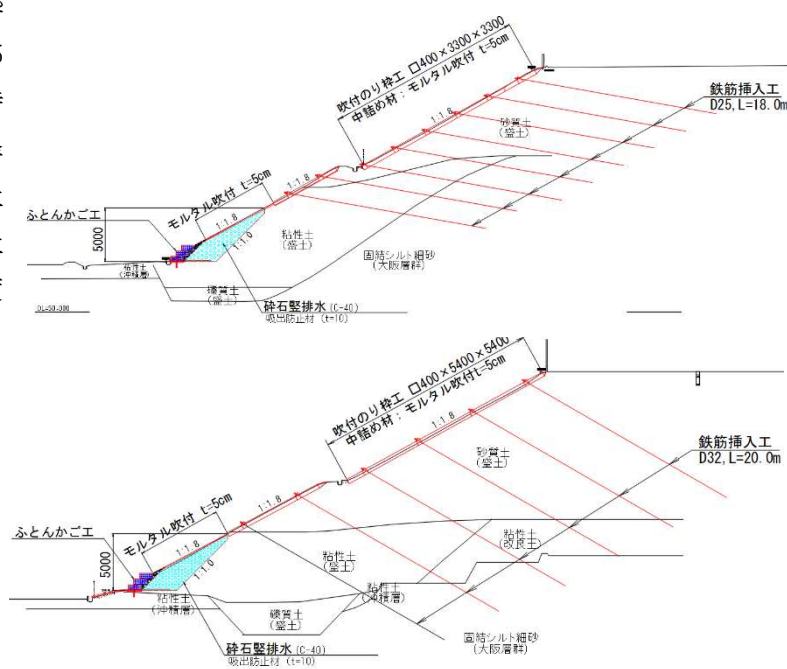

図 2 標準断面図（上：盛土①、下：盛土②）
工事は NEXCO 設計要領に基づく盛土補強土工、盛土内浸透水排除工を行った。（図 2）盛土補強土工とはのり枠工と鉄筋挿入工で構成される。のり枠工は 400 角を盛土①で 3.3m 間隔、盛土②で 5.4m 間隔に打設し、鉄筋挿入工は盛土①で 18m/本、盛土②で 20m/本の長さを施工した。鉄筋挿入工削孔は、インナーロードとケーシングの二重管削孔（φ90mm）の水循環方式とした。盛土内浸透水排除工は既設の水抜きボーリングを活かし、砕石堅排水工と呼ばれる施工高さ 5m の砕石による排水ドレーンとふとんかご工を設置した。のり尻から湧水流出が多いことから砕石の目詰まりを懸念し、砕石設置前に吸出防止材を当該盛土切削面に設置した。